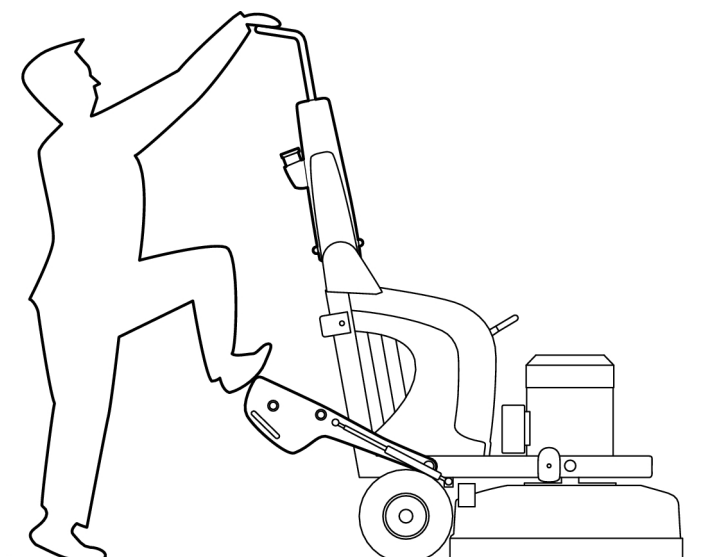

Figure 4-7. Pied sur poids
2. Rabattez les poids en arrière et placez un pied sur un des poids, voir Figure 4-7, page 21.